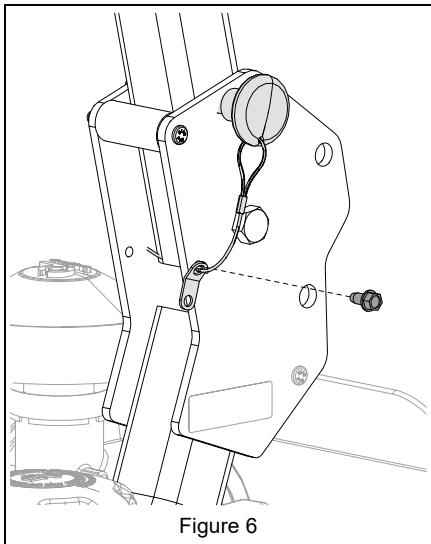

Figure 6
10. Fixer une lanière à la protection anti-renversement à l'aide des vis autotaraudeuses provenant de la documentation. Voir Figure 6.